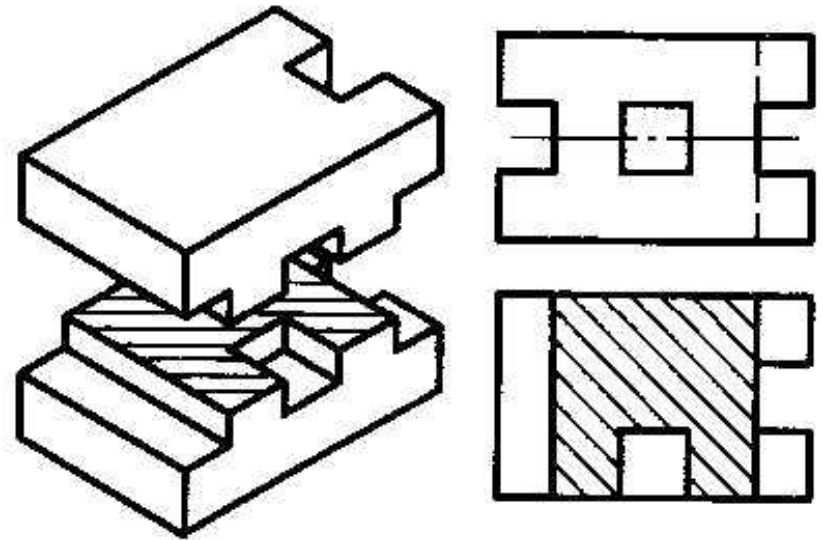

Рис. 2
- Разрезы обычно располагают на месте соответствующих видов: **горизонтальный** – на месте **вида сверху** (рис.2).